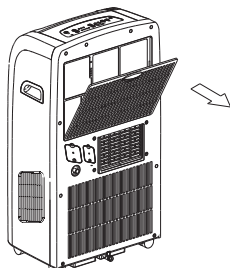

Рис. 13
- Извлечение фильтра (см. рис. 13).